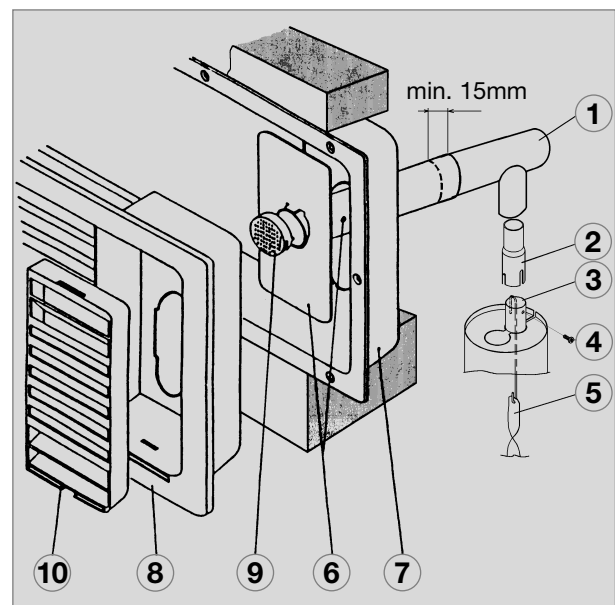

Abb. 25
Die Abgasführung muss so gestaltet sein, dass die vollständige Ableitung der Verbrennungsprodukte nach außerhalb des Wohnraumes sichergestellt ist. Die Abgasleitung muss stetig steigend geführt werden, um eine Ansammlung von Kondensat zu vermeiden. Bei der in Abb. 25 gezeigten Art der Abgasführung wird die Winterabdeckung seitlich (10) (Abb. 25) angebracht.